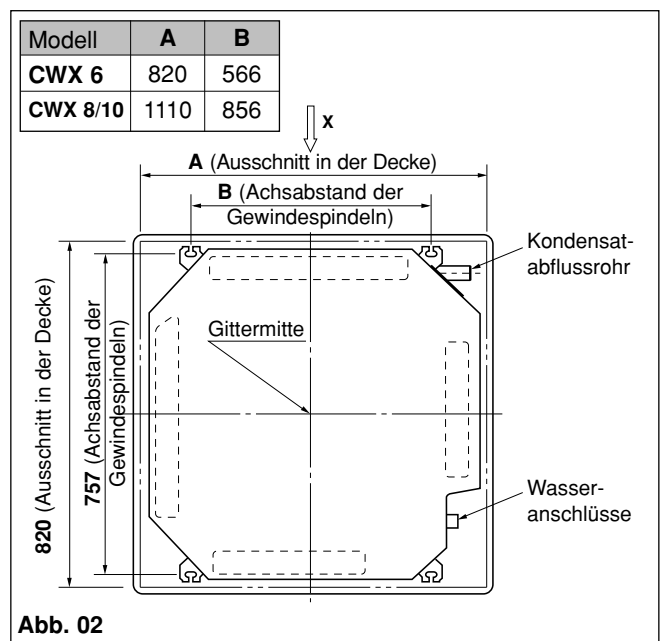

Abb. 02
- Für die Abmessungen siehe nebenstehende Tabelle (Abb. 02).